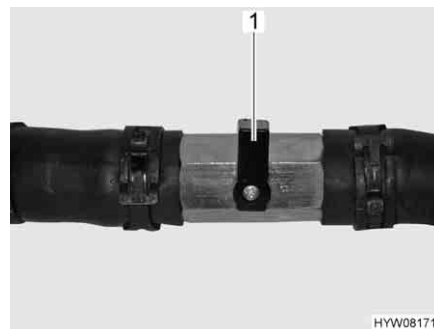

Fig. 89 Rubinetto chiuso
- Posizionare la leva (Fig. 89,1) verticalmente rispetto alla tubazione (Fig. 89).